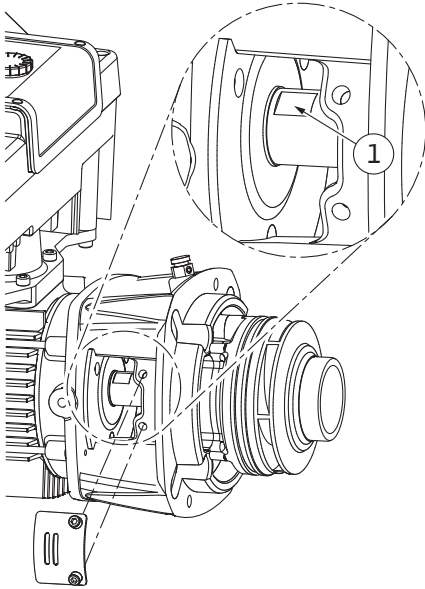

Fig. 100: Mil üzerindeki anahtar yüzeyleri
14. Braket penceresine bir açık ağızlı anahtar (22 mm) yerleştirin ve mili anahtar yüzeylerinde tutun (Fig. 100, Poz. 1). Çark somununu (Fig. I, poz. 22) çıkarın. Çark (Fig. I, poz. 21) otomatik olarak milden çıkarılır.
3. Braket penceresine bir açık ağızlı anahtar (22 mm) yerleştirin ve mili anahtar yüzeylerinde tutun (Fig. 100, Poz. 1).